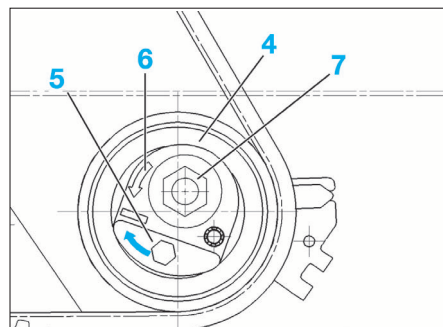

FIG. 26
- Desserrer l'écrou (7) du galet tendeur (4) et le maintenir à l'aide de l'empreinte hexagonale (5) (Fig.26).
- Tourner le galet tendeur (4) dans le sens horaire avec l'empreinte hexadécimale (5) afin de détendre la courroie et de la déposer.